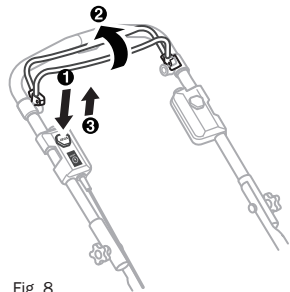

Fig. 8
2. Presione el botón de inicio (Fig. 8)